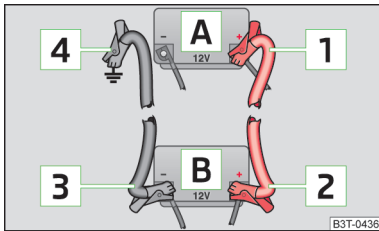

Abb. 117
- Ein Ende **1** » Abb. 117 am Pluspol der entladenen Batterie **A** befestigen.
- Ein Ende **3** » Abb. 117 am Minuspol der stromgebenden Batterie **B** befestigen.